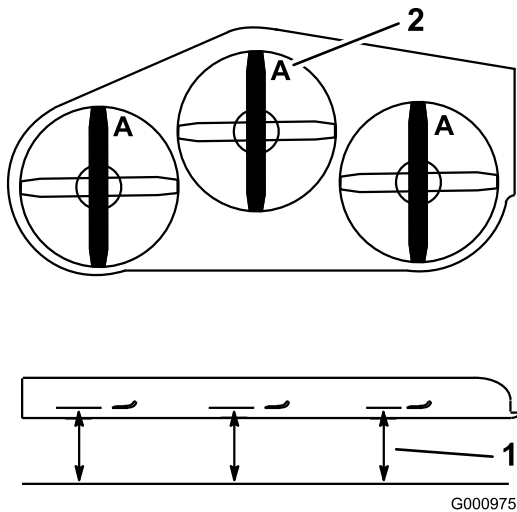

Figura 94
3. Gire las cuchillas hasta que los extremos estén orientados hacia adelante y hacia atrás (Figura 94). Mida desde una superficie nivelada hasta el filo de corte, posición **A**, de las cuchillas (Figura 94). Anote esta dimensión.